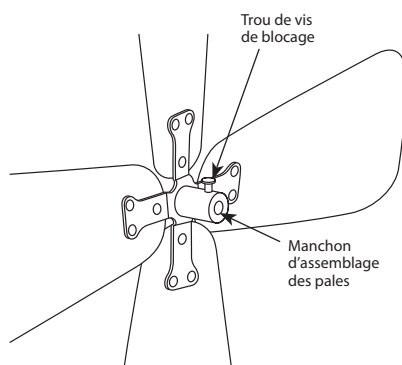

FIGURE 8
20. Desserrer la vis de blocage de l'assemblage de pales de façon à ce qu'elle ne dépasse pas à l'intérieur du manchon d'assemblage de pales. Voir Figure 8.